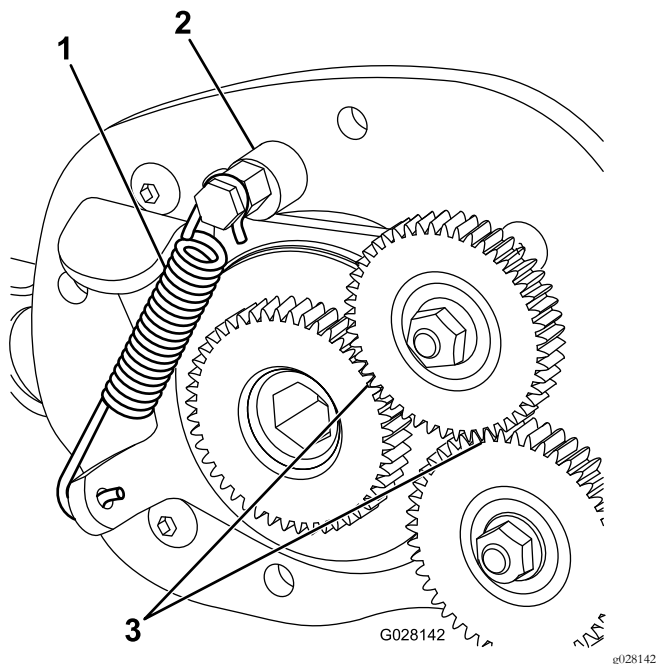

图12
15. 安装怠速拉簧 图12。
16. 在怠速齿轮接合的情况下使用火花塞气隙工具检查驾驶员与固定怠速齿轮之间的空隙是否介于 0.380.45mm (图12)。